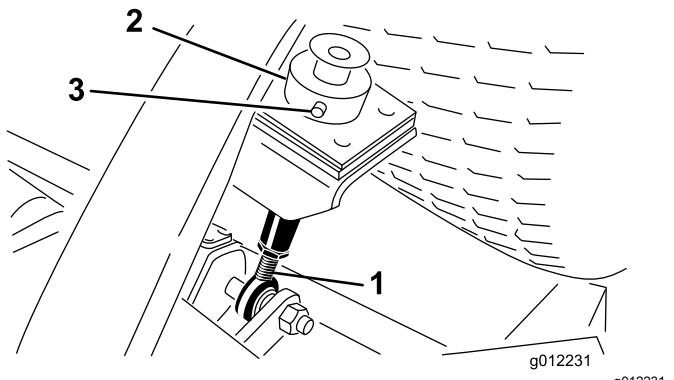

Figura 10
- Retire el pasador de horquilla y la chaveta que fijan el collar de ajuste de la altura de corte a la varilla de ajuste de la altura de corte en la parte trasera de la unidad de corte (Figura 10).